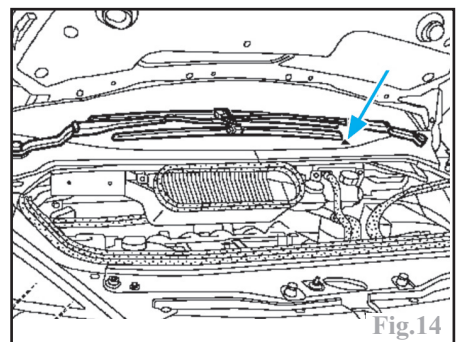

Fig.14
-positionner le bras inférieur suivant le repère du pare-brise (flèche) (pour différencier les deux bras, celui de droite est plus coudé) (Fig.14).